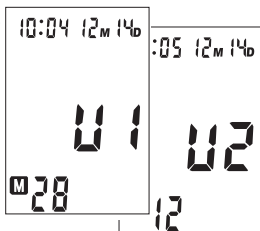

Fig. 1
1. Presione y libere el botón **M** (MEMORIA). La pantalla se iluminará y mostrará el último banco de memoria utilizado, U1 ó U1, y el número de mediciones en dicho banco, Fig. 1. Presione el botón **POWER** para seleccionar un banco de memoria distinto.